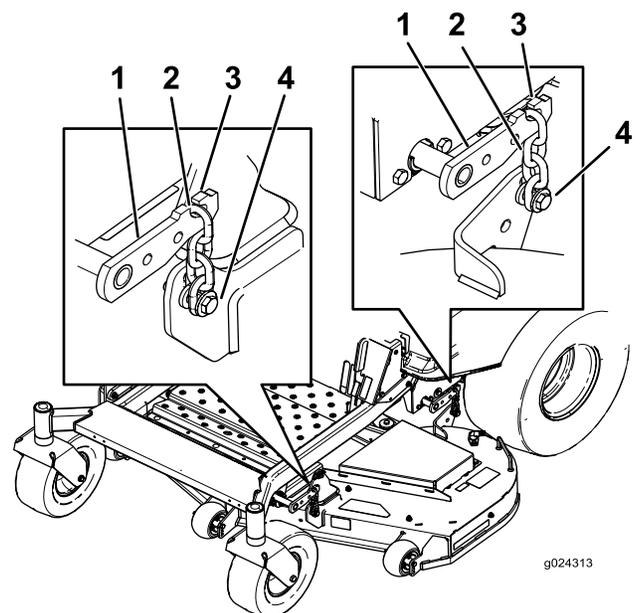

Bild 74
8. Entfernen Sie die Ketten von den Haken an den Mähwerkhubarmen (Bild 74).
6. Heben Sie das Heck des Mähwerks an und befestigen Sie die Ketten an den Mähwerkhubarmen (Bild 74).
7. Befestigen Sie die vorderen Ketten an den vorderen Hubarmen (Bild 74).